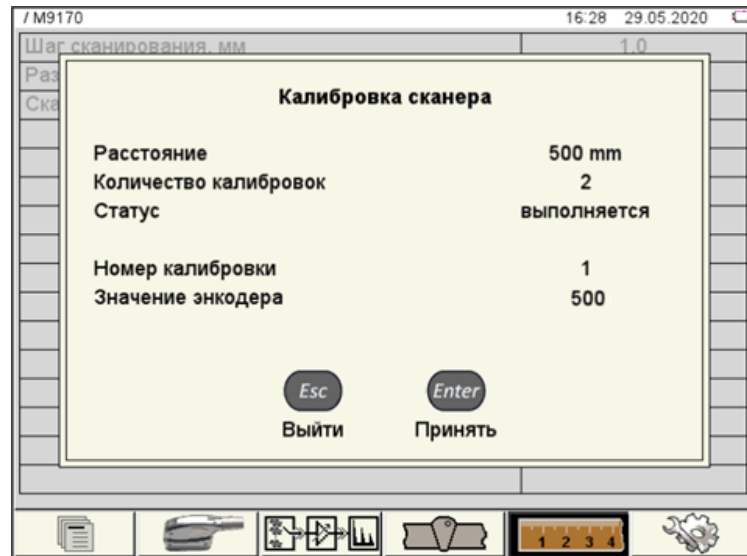

Рисунок 10
2.3.9 Нажать клавишу  (Начать), при этом индикаторы на корпусе прибора   начнут одновременно мигать, показывая, что необходимо перемещение сканирующего устройства между метками. Начать перемещение сканера в выбранном диапазоне. При достижении конечной метки (в нашем примере, когда ее достигнет ось задних колес) нажать клавишу  (Принять) (рисунок 10) – индикаторы   горят постоянно.